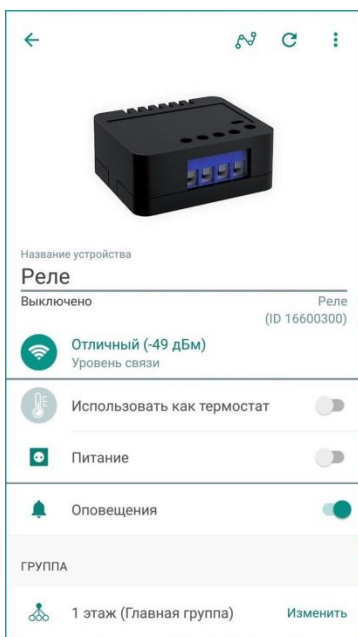

Рисунок 13.1 – Экран настройки реле
1. В приложении на экране настройки реле (в строке *Уровень связи*, см. рисунок 13.1).
Текущий уровень связи реле с хабом отображается на экране настройки реле (см. рисунок 13.1):
Настройки работы реле могут быть изменены на экране настройки реле (см. рисунок 13.1):
На экране настройки реле (см. рисунок 13.1) вы можете отключить push-оповещения о включении и выключении реле. В этом случае записи о работе реле будут сохраняться только в Журнале событий и в разделе Статистика (см. п. 14).